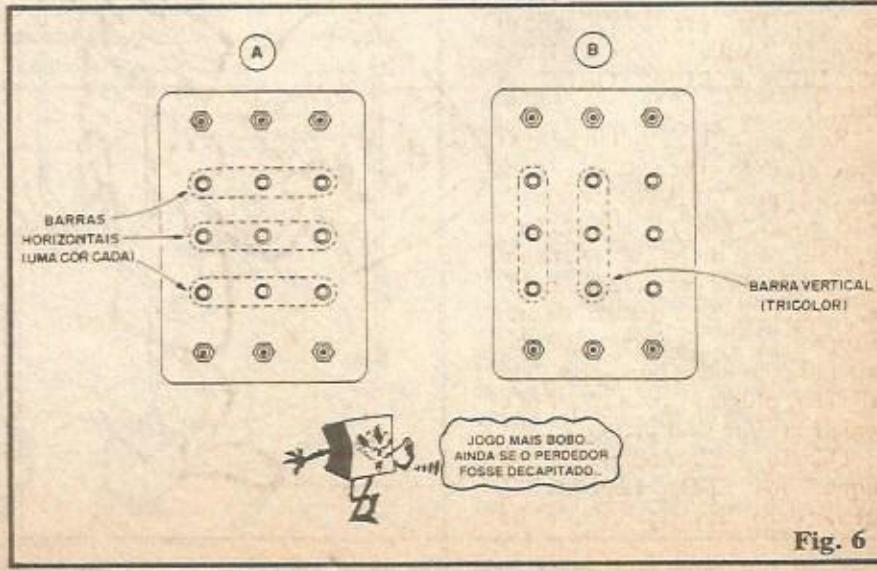

Fig. 6
- FIG. 6 - Jogando o QUADRADO LUMINOSO. Tudo ligado, conferido e devidamente "encaixado" (como na fig. 4), as 4 pilhas podem ser encaixadas no respectivo suporte. Com todos os 6 jaques
- A SEGUNDA MAIOR pontuação seriam duas colunas (verticais) de 3 LEDs (tricolor, portanto) acesas (fig. 6-B).